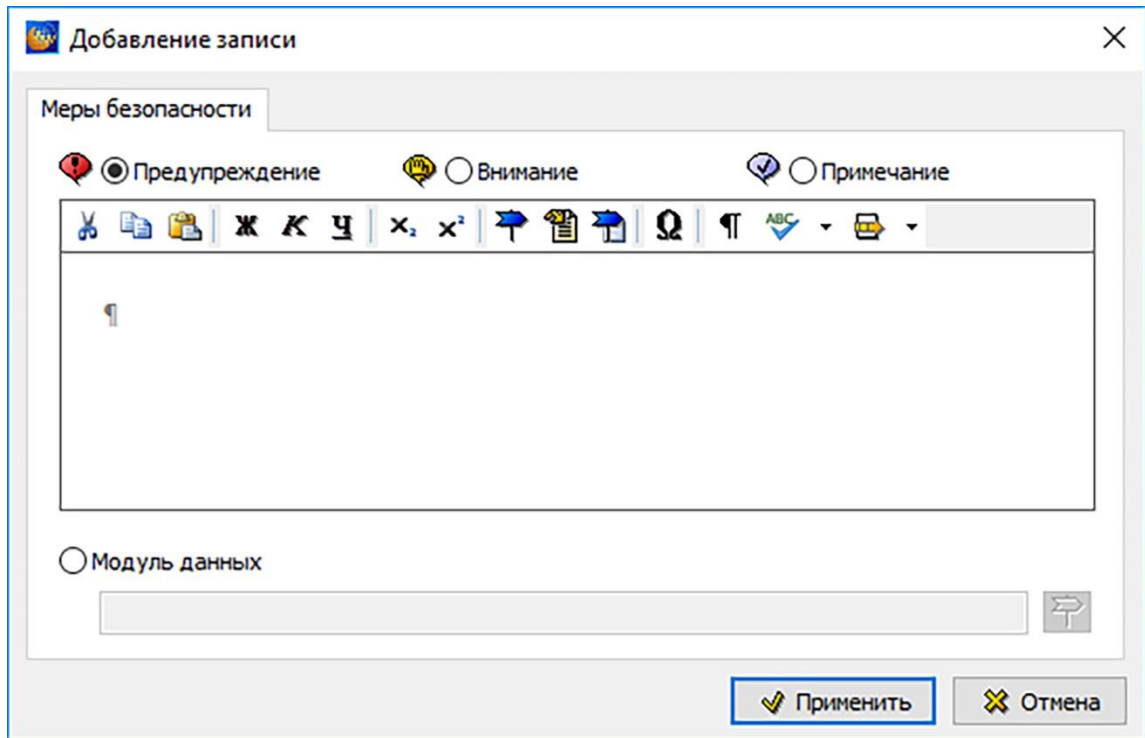

Рисунок 996
8) При необходимости добавить **Предупреждение**. Для этого нажмите кнопку **Добавить** , расположенную в верхней панели меню. После этого появится окно **Добавление записи** (рисунок 996).